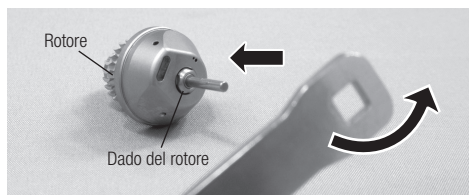

Fig. 18
- 2) Afferrare il rotore con due dita come mostrato dalla Fig.18. Montare la chiave fornita sul dado del rotore situato sulla parte superiore dell'albero del rotore e ruotare in senso antiorario (è possibile usare entrambi i lati della chiave)